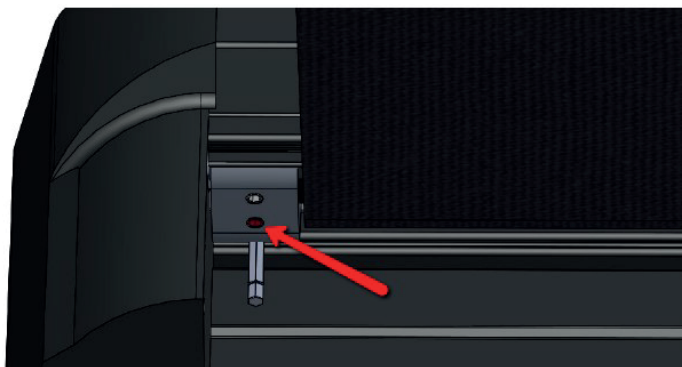

Fig. 2
**2.** Her finder du 2 justeringsterminaler. - en RØD og en HVID. Den RØDE styrer stoppet inde ved kassetten, og dermed hvor meget markisen skal lukke. Den hvide styrer stoppet ude, hvor markisen skal stoppe og må **ALDRIG** justeres på, da det kan få markisen til at lukke den forkerte vej, og derved går markisen i stykker. Der er ingen garanti på markisen, hvis motoren har været overstyret i yderste stop. **DERFOR** skal du **ALDRIG** justere i den **HVID** terminal.(se fig. 2)